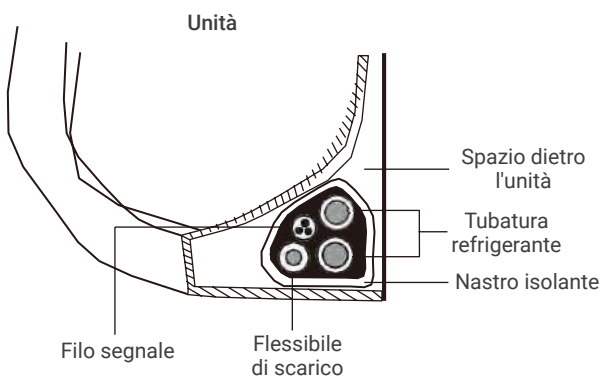

Fig 3.10
1. Lega il flessibile di scarico, i tubi refrigeranti e il cavo segnale in conformità alla **Fig. 3.10**.
3. Usando nastro isolante, avvolgi il filo segnale, i tubi refrigeranti e il flessibile di scarico insieme saldamente. Ricontrolla che tutti gli elementi siano legati conformemente alla **Fig. 3.10**.